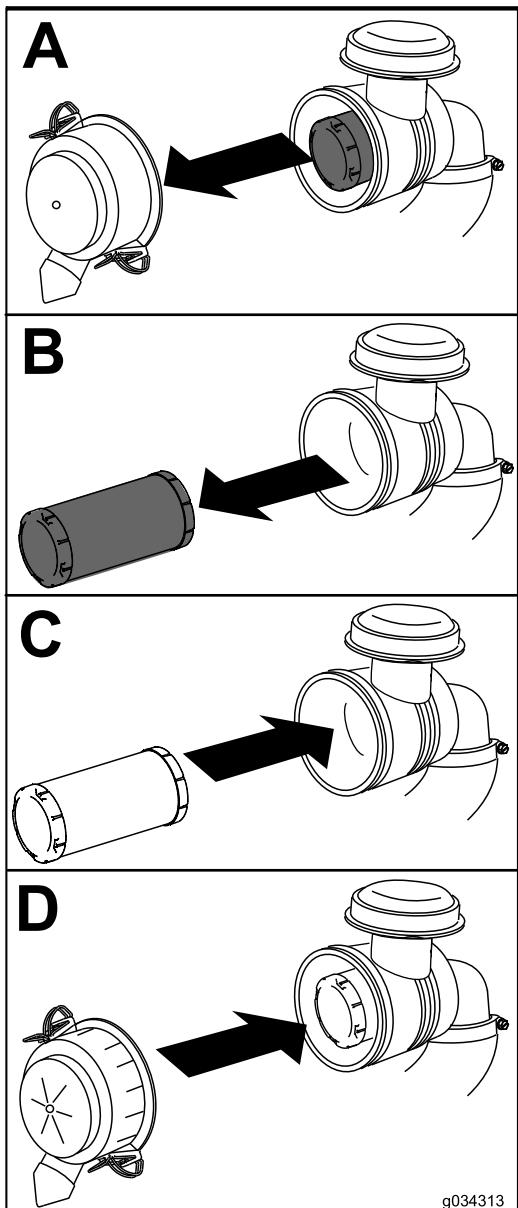

Figura 39
1. Extraiga con cuidado el filtro de aire del cuerpo del limpiador de aire (Figura 39).
- Instale la tapa del limpiador de aire con el lado marcado "UP" hacia arriba, y fije los cierres (Figura 39).